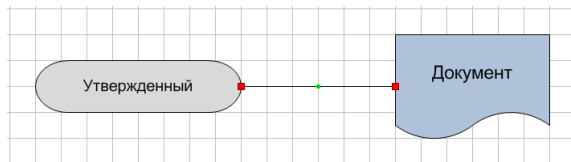

Рисунок 37 – Пример взаимосвязи термина и объекта деятельности в нотации EPC
*Термины* используются для обозначения статусов элементов справочника *Объекты деятельности*, кроме программных продуктов. Также термин может использоваться как некая сущность, производимая по результатам выполнения функции или используемая при выполнении функции. В качестве сущности может выступать специфическая продукция, товары, производимые или используемые в рамках организации (рисунок 37).